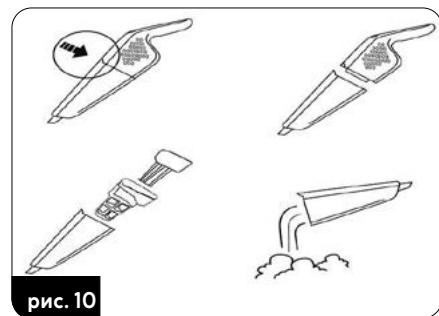

рис. 10
- Периодически проверяйте наполнение пылесборника (12). Переполненный контейнер снижает эффективность очистки, увеличивает потребление энергии и приводит к более быстрому загрязнению фильтров.
Чтобы опорожнить пылесборник, выключите пылесос, снимите его с главного держателя, с помощью кнопки (8) снимите пылесборник (12) с пылесоса, выньте HEPA-фильтр (10) и корпус фильтров (11). Высыпьте содержимое пылесборника в мусорное ведро (рис. 10).